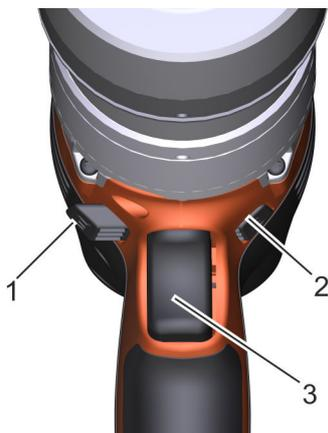

Fig. 22: senso di rotazione
Per avvitare in senso orario (CW), premere il regolatore del senso di rotazione (Fig. 22/1) di destra.
Per allentare in senso antiorario (CCW), premere il regolatore del senso di rotazione (Fig. 22/2) di sinistra.
Premere il pulsante di attivazione (Fig. 22/3) e mantenerlo premuto finché l'operazione di avvitamento non si conclude e non viene emesso un segnale. Non azionare a impulsi (premere e rilasciare il pulsante di attivazione in rapida successione).